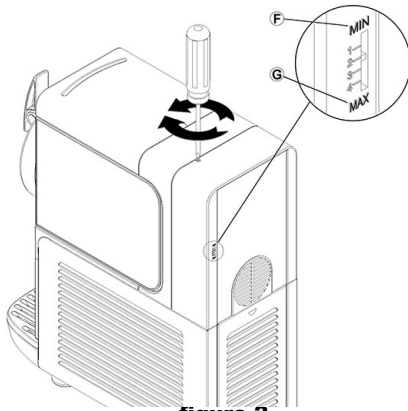

figure 2
- 2 Sélectionner des touches (A) et (C) le mode de fonctionnement désiré :
- Touche (A) si l'on veut refroidir le produit sans le congeler
- Touche (C) si l'on veut obtenir de la granita.
- 1 **Réglage de la densité** : la densité optimale de la granita a été réglée en usine. Pour modifier cette densité, tourner à l'aide d'un tournevis la vis de réglage se trouvant sur chaque paroi arrière du distributeur (voir figure 2) :